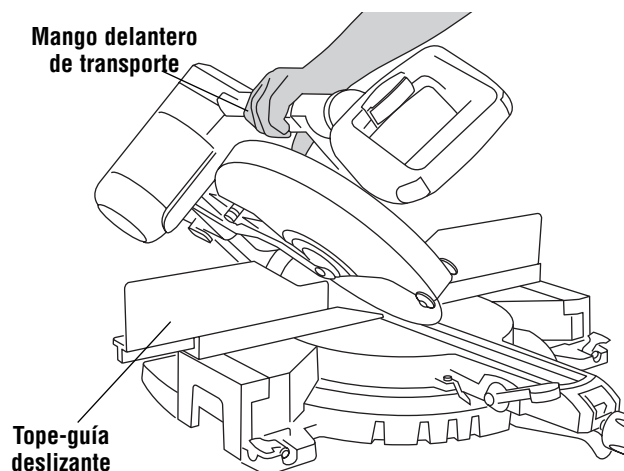

Figura 29.
1. Mueva el tope-guía deslizante izquierdo de modo que no estorbe el conjunto de la sierra y vuelva a fijarlo (Figura 29).
4. Una vez alcanzada la posición deseada para el bisel, apriete firmemente hacia abajo la palanca de fijación de bisel hasta que quede bajo el nivel de la mesa (Figura 29).
1. Mueva el tope-guía deslizante derecho de modo que no estorbe el conjunto de la sierra, y vuelva a fijarlo (Figura 29).
1. Mueva los tope-guía deslizantes izquierdo y derecho de modo que no estorben el conjunto de la sierra y vuelva a fijarlos (Figura 29).